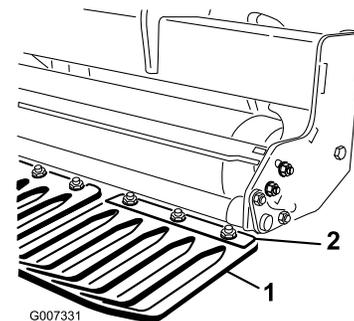

Bild 14
1. Lösen Sie die Muttern, mit denen die Klemmen des Rasenschutzbleches an der Werkzeugleiste des Rasenschutzbleches befestigt sind (Bild 14).